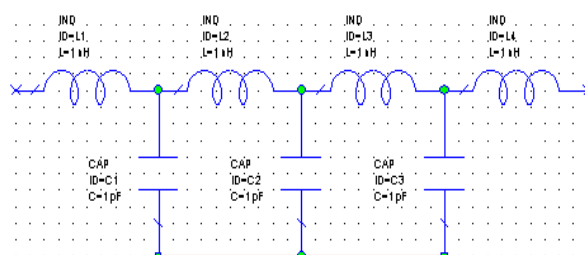

Рис. 3.7
2. Щёлкните (т. е. нажмите и отпустите) левой кнопкой мышки, чтобы зафиксировать начало провода, перетащите курсор к нижней клемме второго конденсатора C2, затем к нижней клемме последнего конденсатора C3 и снова щёлкните левой кнопкой мышки (рис. 3.7).